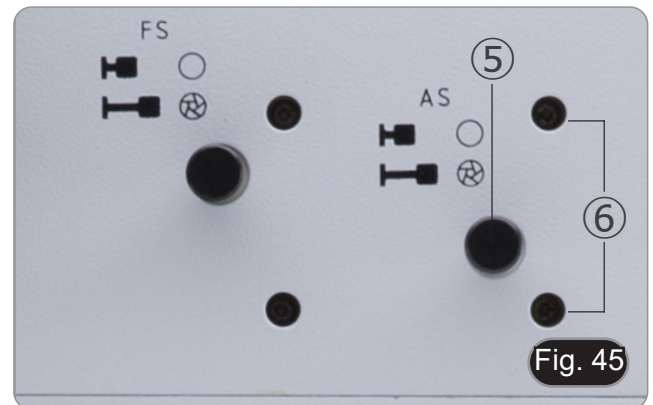

Fig. 45
2. Ziehen Sie den Hebel der Aperturblende ⑤ heraus, um die Feldblende vollständig zu schließen. (Fig. 45)
4. Schauen Sie in die leere Okularhülse und drehen Sie den mitgelieferten Inbusschlüssel in die Zentrierschrauben ⑥, um den hellen Fleck in die Mitte des Gesichtsfeldes zu bringen. (Fig. 45)